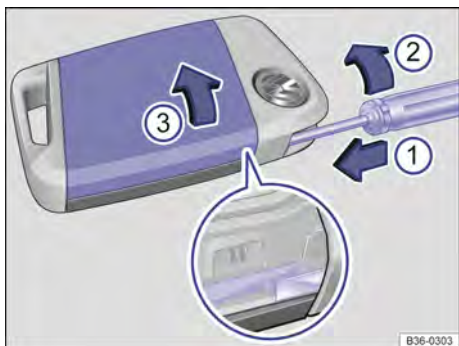

Fig. 74 Chave do veículo: abrir a tampa do compartimento da bateria.
- Inserir uma chave de fenda de lâmina chata aproximadamente 1 cm no sentido da seta na guia externa da chave de emergência na chave do veículo → Fig. 74 ⓘ.
- Girar a chave de fenda no sentido horário, até que a tampa se solte → Fig. 74 ⓘ.
- Deslizar a tampa do compartimento da pilha na direção da seta e retirá-la → Fig. 74 ⓘ.
- Pressionar a tampa do compartimento da pilha no sentido contrário ao da seta sobre a carcaça da chave do veículo até encaixar → Fig. 74.